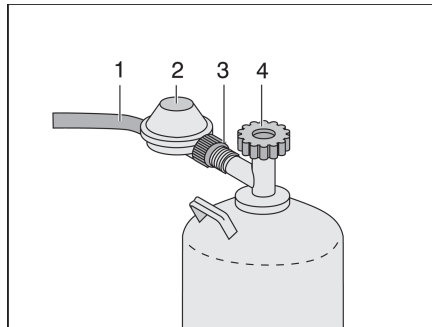

Fig. 156 Conexión de la bombonas de gas
- Cerrar la llave de paso principal (Fig. 156,4) de la bombona de gas. Observar el sentido de la flecha.
- Retener el regulador de presión de gas (Fig. 156,2) y abrir las tuercas moleteadas (Fig. 156,3) (rosca a la izquierda).
- Retirar el regulador de presión de gas con la goma del gas (Fig. 156,1) de la bombona de gas.
- Colocar el regulador de presión de gas (Fig. 156,2) con goma del gas (Fig. 156,1) en la bombona de gas y cerrar a mano la tuerca moleteada (Fig. 156,3) (rosca a la izquierda).